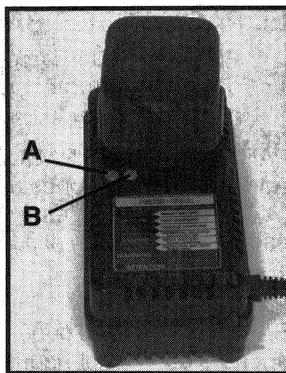

Fig. 5
Asegúrese de que el voltaje del circuito eléctrico sea igual al indicado en la placa de especificaciones del cargador. Conecte el cargador a la fuente de electricidad. El indicador verde (A) Fig. 5, debe iluminarse intermitentemente. Esto indica que el cargador está listo para cargar.
Ponga el paquete de batería arriba del cargador, y alinee la lengüeta del paquete de batería con la ranura del cargador. Meta el paquete de batería en el cargador (vea la Fig. 5). Presione ligeramente sobre el paquete de baterías para asentarlo dentro del cargador.
El indicador verde (A) Fig. 5, debe empezar a iluminarse continuamente para indicar que el paquete de batería está recibiendo una «Carga Rápida» (si la luz verde no se ilumina continuamente, o si el indicador rojo (B) Fig. 5 también empieza a iluminarse intermitentemente: vea DIAGNÓSTICOS). Después de aproximadamente una hora, el indicador de la «Carga Rápida» debe apagarse para indicar que el paquete de batería está completamente cargado y que el cargador le está dando una «Carga Lenta». Puede dejar el paquete de batería en «Carga Lenta» hasta que lo quiera usar.
El Cargador, Modelo 8621, viene con un sistema diagnóstico que revisa automáticamente el paquete de batería cada vez que el paquete se mete en el cargador. Si no encuentra problemas, el cargador empezará automáticamente la «Carga Rápida» como está indicado en la sección anterior de PARA CARGAR NORMALMENTE. Si encuentra un problema, lo indicará usando las luces indicadoras (vea la Fig. 5) según lo siguiente: